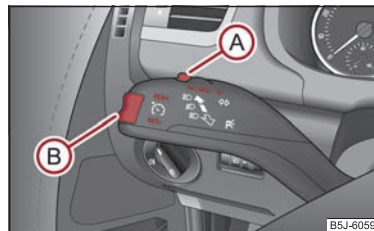

Fig. 96 Maneta: Tasta basculantă și comutatorul sistemului de control al vitezei de croazieră
- Apăsați comutatorul **A** ⇒ fig. 96 în poziția **ON**.
- Viteza memorată poate fi **mărită** fără acționarea pedalei de accelerație, prin apăsarea tastei **(B)** ⇒ pagina 91, fig. 96 în poziția **RES+**.
frână și după apăsarea scurtă a tastei basculante **(B)** ⇒ pagina 91, fig. 96 în poziția **RES+**.
- Apăsați comutatorul **(A)** ⇒ pagina 91, fig. 96 spre dreapta în poziția **OFF**. ■